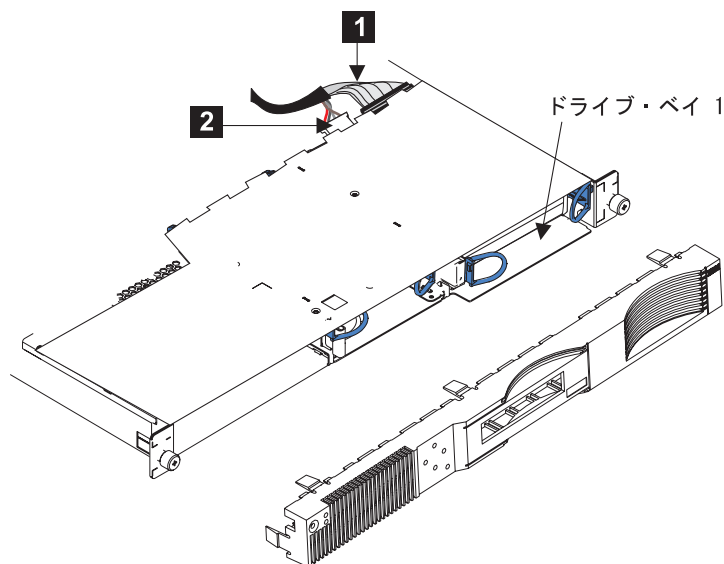

図 112. SAN ボリューム・コントローラー 2145-4F2 ディスク・ドライブ・ケーブルの取り外し
4. SCSI シグナル・コネクタ **1** と電源コネクタ **2** をディスク・ドライブの背面から切り離してから、ケーブルを取り外します。図 112 を参照してください。